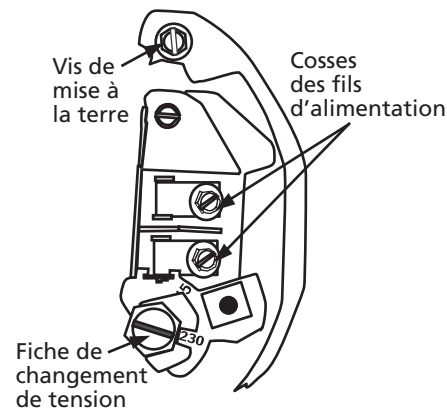

Figure 4 – Tension réglée sur le courant de 230 volts. Sélecteur rotatif
2. Tourner le sélecteur à droite jusqu'à ce que " 115 " apparaisse dans la fenêtre du cadran. (Se reporter à la Figure 4).